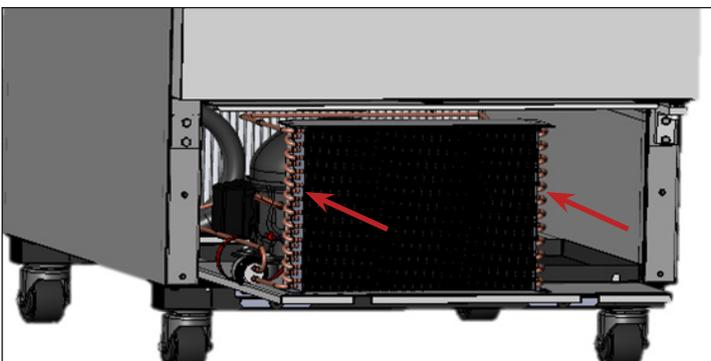

Рис. 7. Осторожно задвиньте конденсаторный блок назад и снова ввинтите болты.
9. Снова смонтируйте кронштейны змеевика (при их наличии). Затем осторожно задвиньте компрессор в сборе назад и снова закрепите его болтами. См. рис. 7.